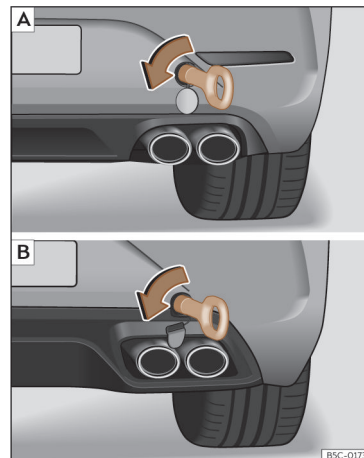

Fig. 51 En el lado derecho del paragolpes trasero: argolla de remolque enroscada. [A] Leon Sportstourer; [B] Leon.
- Enrosque la argolla de remolque en el alojamiento girándola al máximo **en el sentido contrario al de las agujas del reloj**»» **fig. 51** »» ❶. Utilice un objeto adecuado con el que pueda enroscar completa y firmemente la argolla de remolque en su alojamiento.
❶ CUIDADO